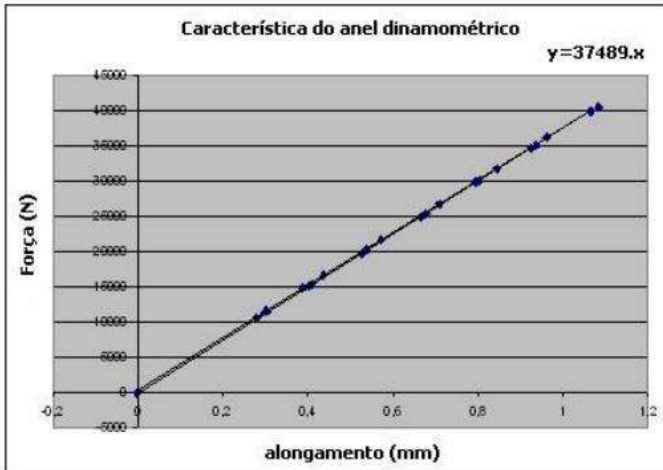

Figura 3
- b) Este LVDT foi utilizado para instrumentar uma célula de carga do tipo anel dinamométrico que apresenta a característica representada na figura 3. Qual a sensibilidade do conjunto anel dinamométrico+LVDT?